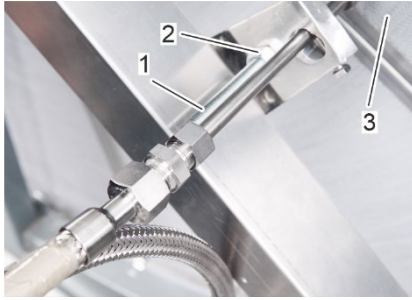
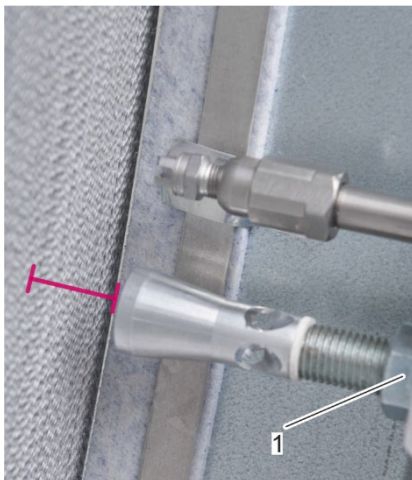

Abbildung 44: Abstand der Druckluftdüse zur Rotoroberfläche einstellen
Abbildung 45: Rotorseitige Kontermutter der Druckluftdüse
9. Ist der Abstand kleiner oder größer als 2,5 cm, lösen Sie die zulaufseitigen Kontermuttern (Abbildung 45/2) und die rotorseitige Kontermutter (Abbildung 44/1) und stellen Sie die Druckluftdüse (Abbildung 44/1) durch Verschieben von der Rotorfläche (Abbildung 44/3) weg oder auf die Rotorfläche (Abbildung 44/3) hin auf einen Abstand von 2,5 cm zur Rotorfläche (Abbildung 44/3) ein. Ziehen Sie die Sicherungsmuttern auf der Zulaufseite (Abbildung 44/2) und die Sicherungsmutter auf der Rotorseite (Abbildung 45/1) fest.